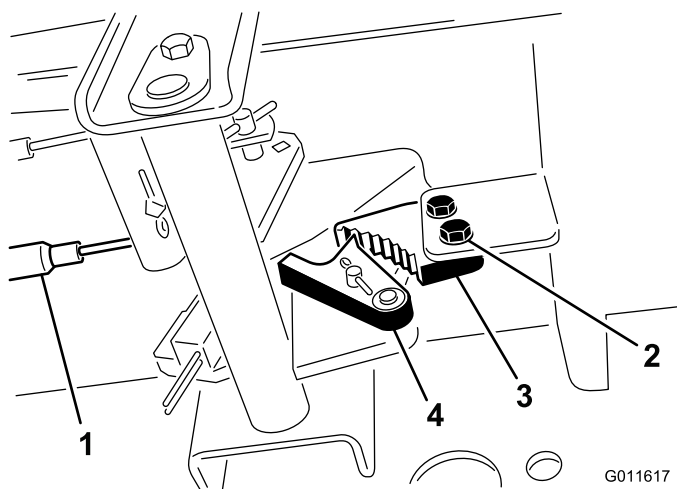

図 53
1. 駐車ブレーキのツメをフレームに固定しているネジ2本をゆるめる（図 53）。
2. ブレーキのツメが戻り止めに完全に掛かるまで駐車ブレーキペダルを前に踏み込む(図 53)。